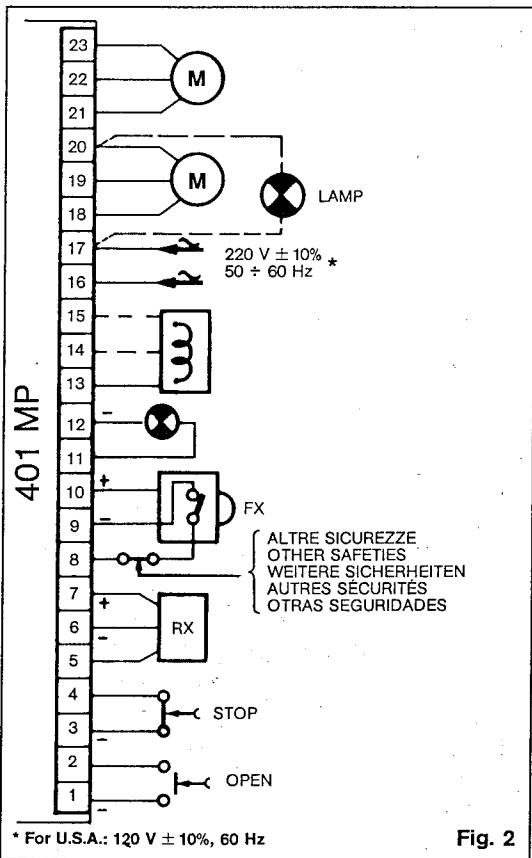

Fig. 2
**COLLEGAMENTI ALLA MORSETTIERA (FIG. 2)**